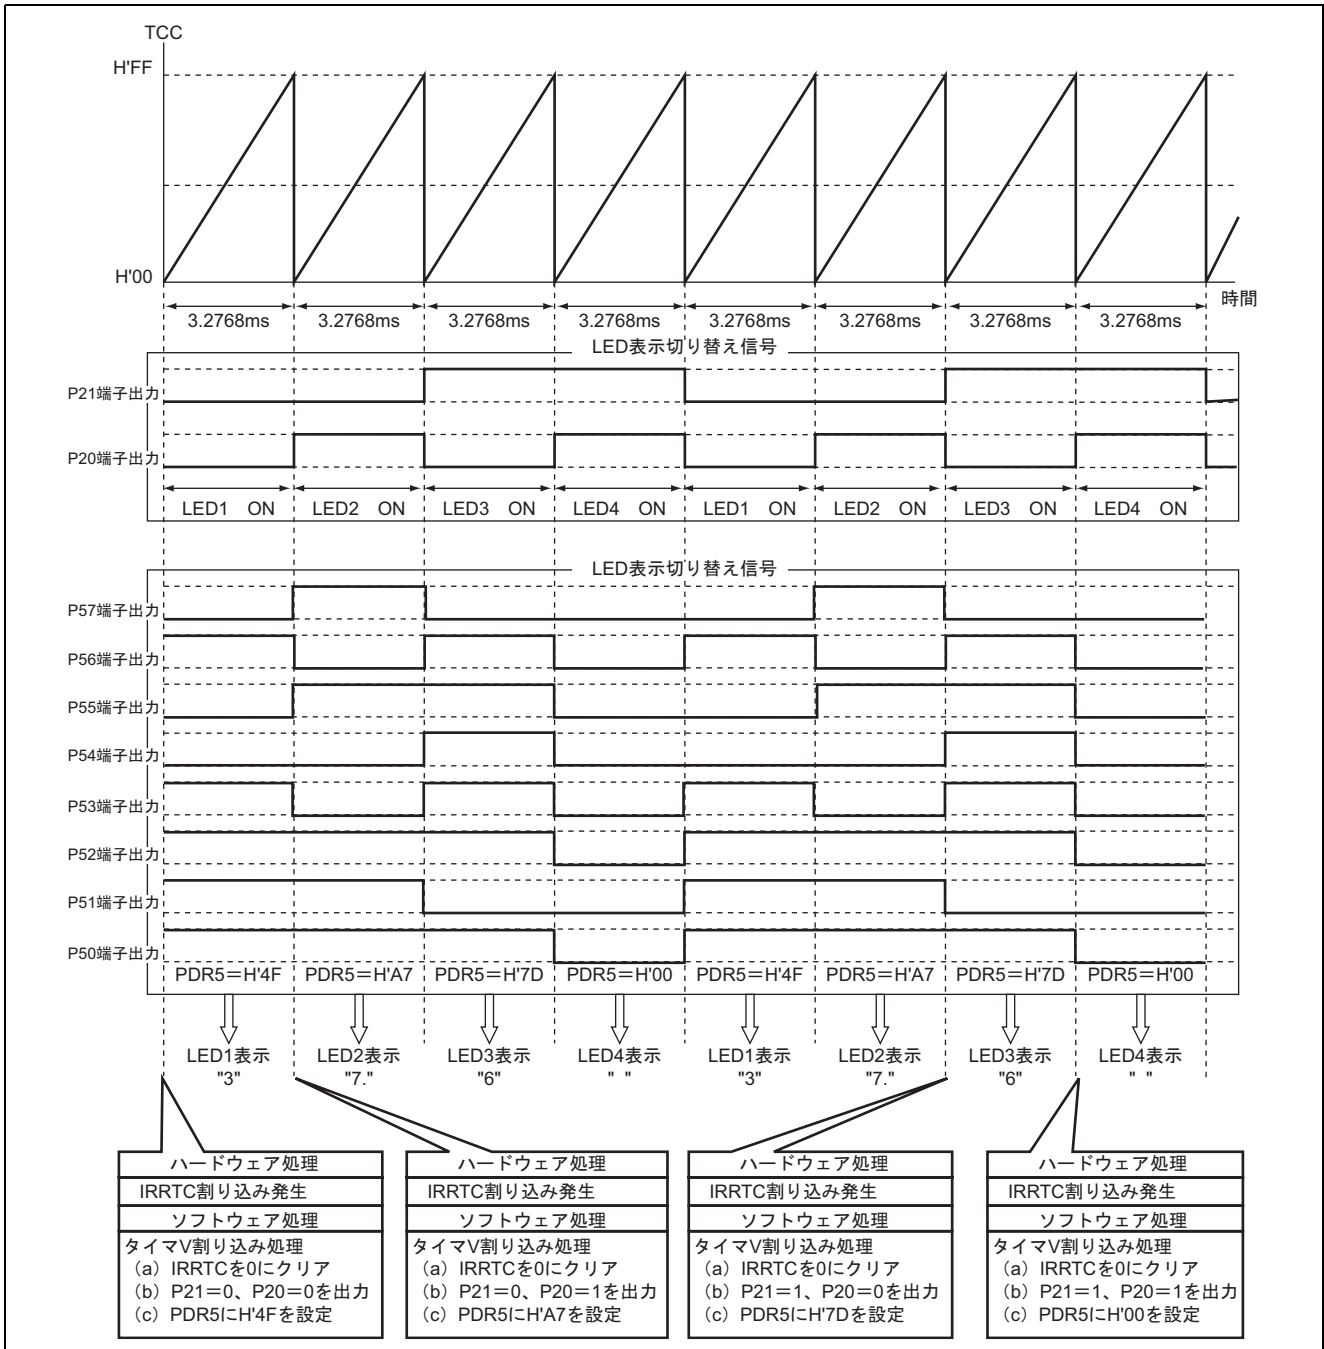

図 3.2 7セグメントLED表示制御の動作原理
2. 7セグメントLEDの表示制御の動作原理について説明します。図3.2はLED4~LED1に"67.3"を表示する場合の動作原理について説明しています。図3.2に示すようにタイマVオーバーフロー周期ごとにLED1~LED4を順番に表示させることにより7セグメントLEDのダイナミック表示を行っています。